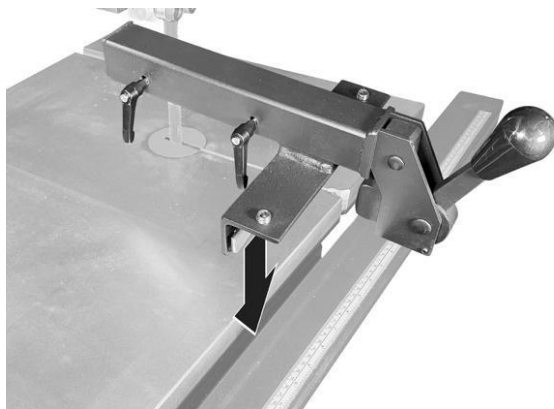
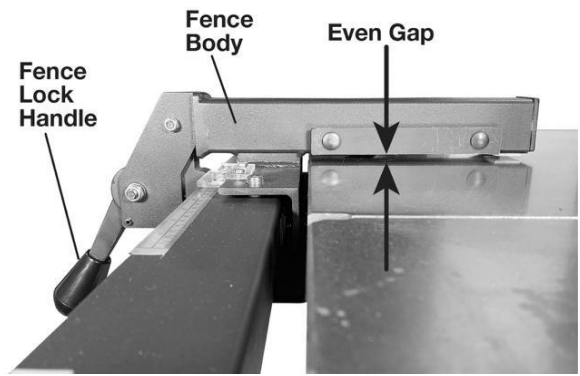

Рис. 24
Рис. 25
2. Установите корпус упора на направляющую рейку (см. рис.24). Нажмите на ручку фиксатора, чтобы зафиксировать корпус упора на рейке. Между поверхностью стола и длиной корпуса ограждения должен быть равный зазор (см. рис.25).